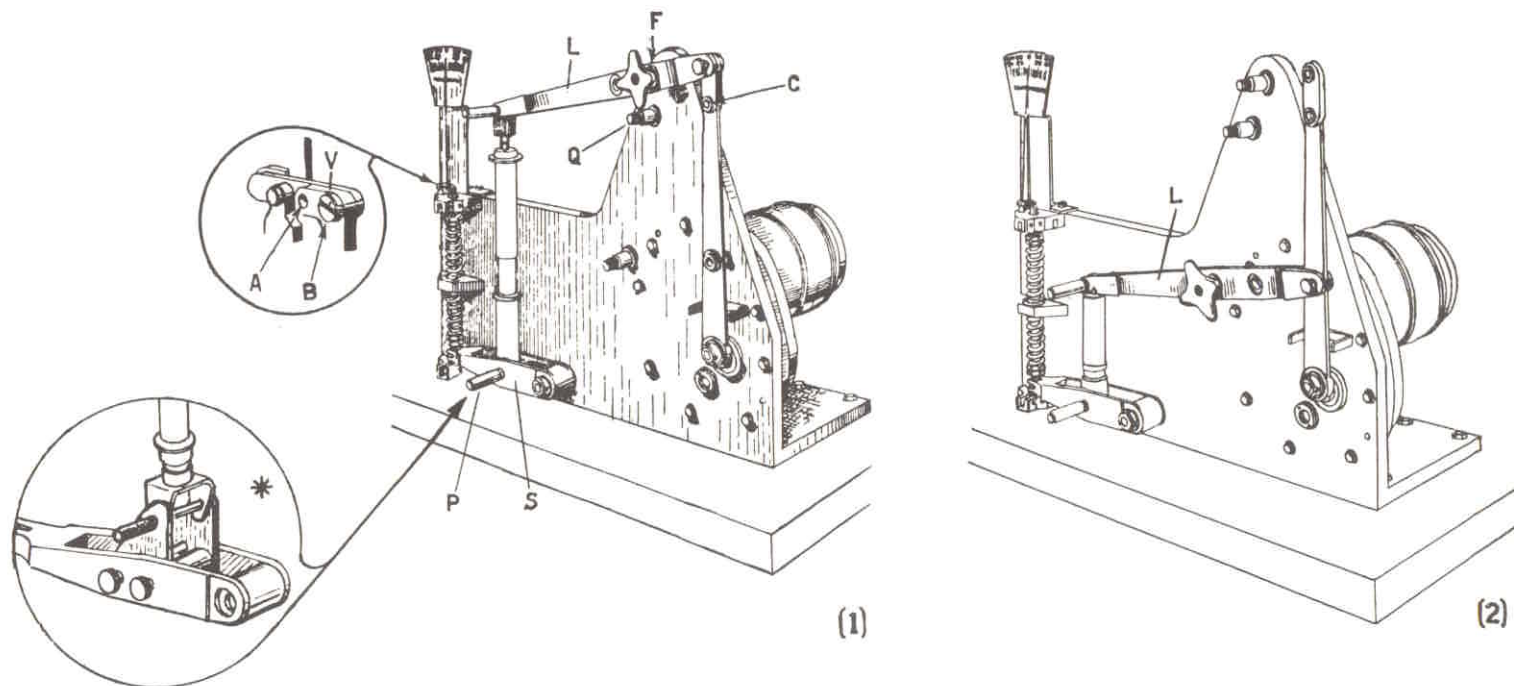

Fig. 44
For obtaining exact load readings during the test it is first necessary to proceed with a preliminary calibration of the coil springs of the test rig as follows (fig. 44).
N. B. - For connecting the load scale pointer to the tool, the screw «V» (fig. 44) can be inserted in one of two positions « A » or « B » (see detail on said fig.). These two positions have corresponding scale readings, one being twice the other. The rear damper on all vehicles, except Super Sport Mod. VSC1, should be mounted as for detail 1 and front damper as for detail 2.
Durante la prueba, para obtener lecturas exactas de cargas, ejecutar un control preventivo del tarado de los muelles helicoidales del útil; esta operación se efectúa como se indica a continuación (fig. 44):
N. B. - Para la conexión del índice con el útil, el tornillo «V» (fig. 44) puede insertarse en una de las dos posiciones « A » o « B » (ver detalle en la fig. sobredicha), en relación a las cuales el cuadrante lleva dos escalas de lectura, la una doble de la otra. Los amortiguadores traseros de todos los vehículos, excepto la Vespa Super Sport VSC 1 deben montarse como en el detalle 1, los delanteros como en el detalle 2.